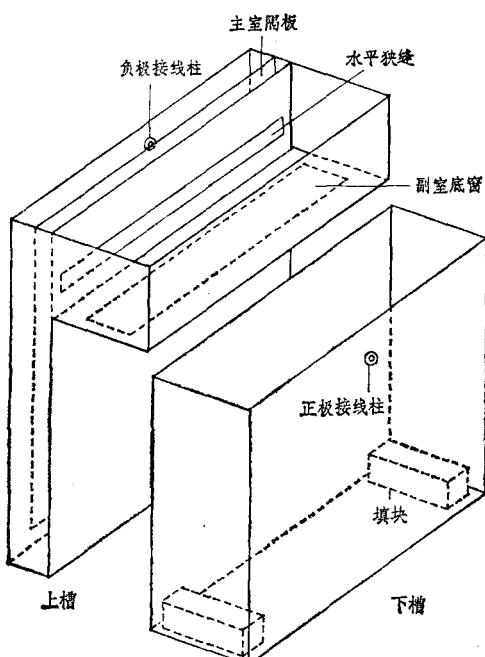
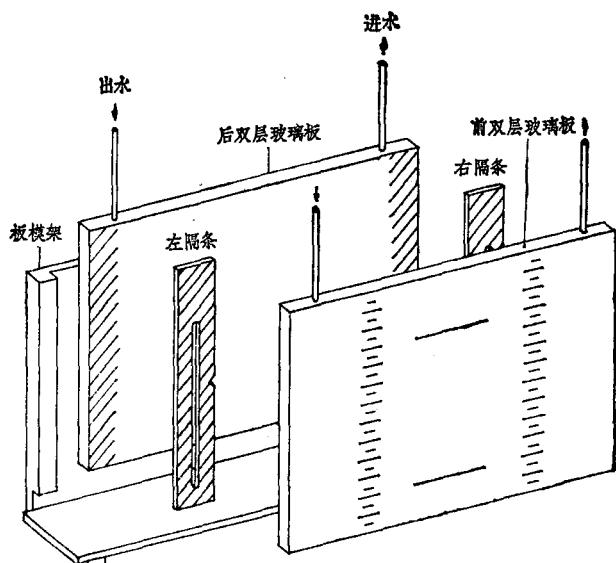

图 1 垂直板电泳槽
图 2 板模和板模架
由上、下电泳槽（图 1）和凝胶板模（图 2）二部分组成。
4. 取下玻璃板,量取0.5 cm宽的漆边条,多余部分用解剖刀裁去,如图1。
5. 在另一块玻璃板上放置一张胶薄膜(外购),盖上带漆边条的玻璃板,两块玻璃板的两端错开2 cm。然后,两边用夹子夹紧,即成一套毛细管灌胶模具。如图2。